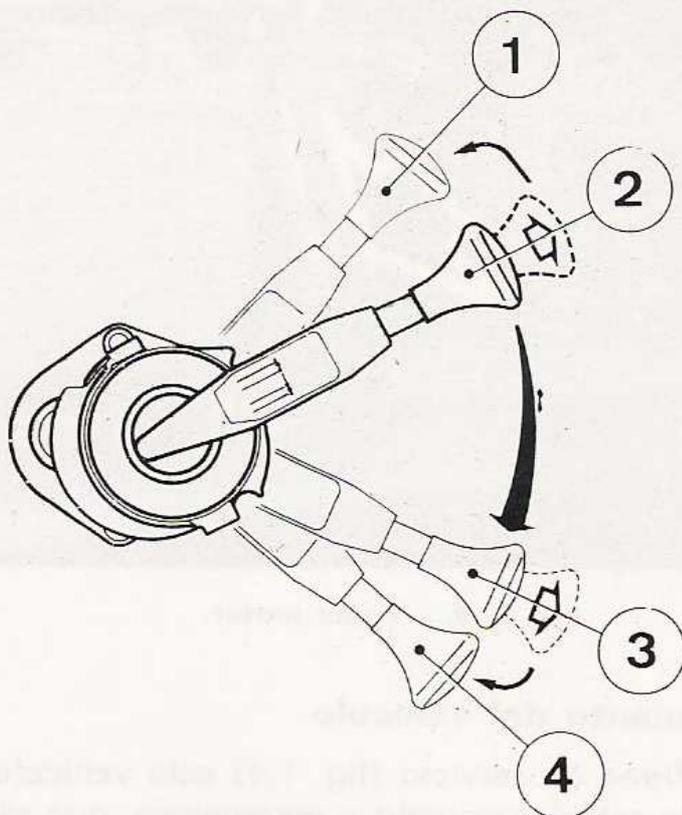

Fig. 1.10. - Válvula mando freno estacionamiento y emergencia
1.º Posición de marcha (2, fig. 1.10)
2.º Freno de emergencia (2-3, fig. 1.10)
3.º Blocaje de freno. Freno de estacionamiento (4, fig. 1.10)
Para desbloquear, tirar de la palanca y girar en el sentido inverso, hasta la posición «frenado máximo» (3, fig. 1.10). Dejar libre. La palanca volverá automáticamente a su posición «marcha». (2, fig. 1.10) (ver freno de emergencia).
4.º Freno de parada (fig. 1.10)
Para desbloquear, tirar la palanca, girar a la posición «marcha» (2, fig. 1.10) y dejar libre. El aire comprimido sale de los cilindros de freno de servicio, permitiendo el rodaje libre.